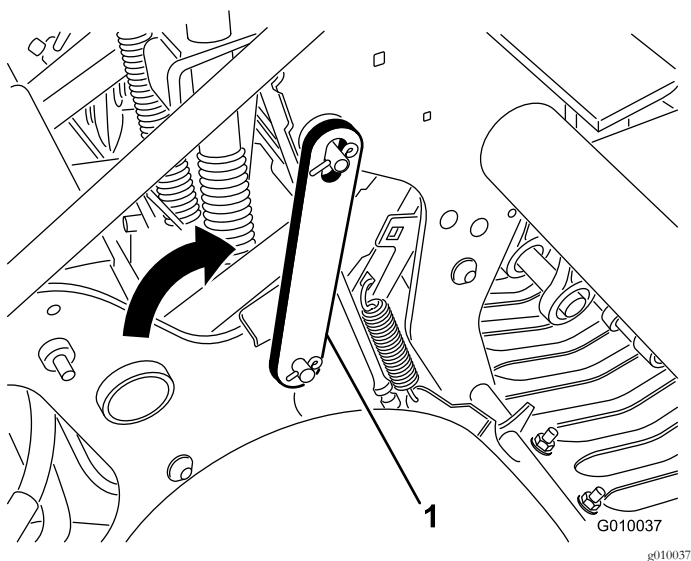

Figure 21
4. Faites pivoter le verrou de service en arrière et engagez-le sur la goupille de la tête d'aération (Figure 21). Fixez-le en place avec la goupille à anneau.